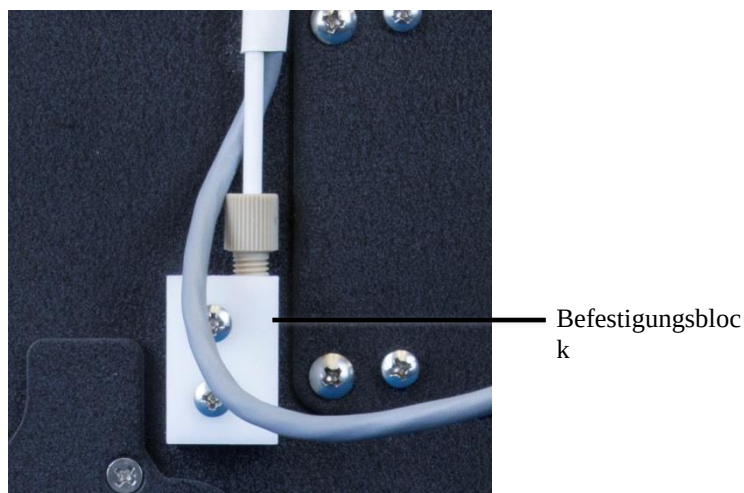

Abb. 33: Lösen der Schraube für das Anschlusskabel
7. Ziehen Sie die Rändelschraube, mit der das Anschlusskabel an den Befestigungsblock angeschraubt ist, fingerfest an (→ Abb. 33, Seite 77).
7. Lösen Sie die Rändelschraube, mit der das Anschlusskabel an den Befestigungsblock auf der Rückseite des Fraktionssammlers angeschraubt ist (→ Abb. 33).